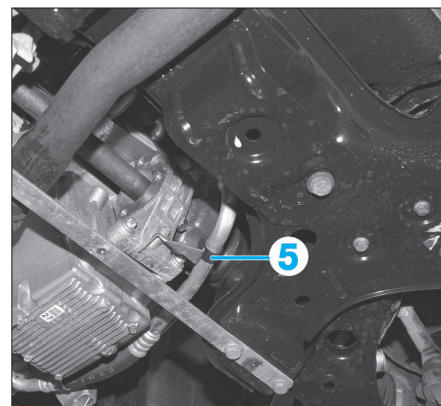

Fig. 4
- Dégrafer la canalisation du système de climatisation (5) (Fig.4).
- Déposer l'alternateur (4).